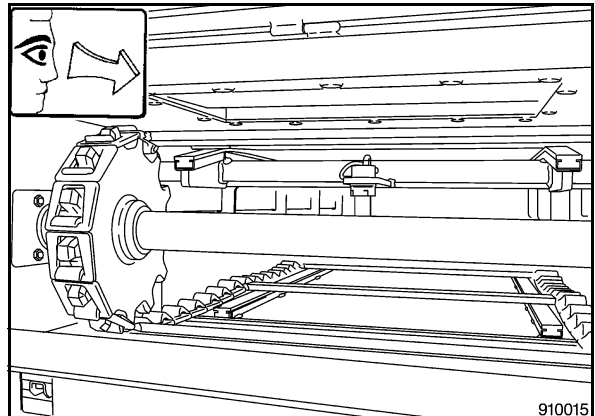

Bild 25
- Förderband (Bild 25) Zustand und Spannung prüfen.